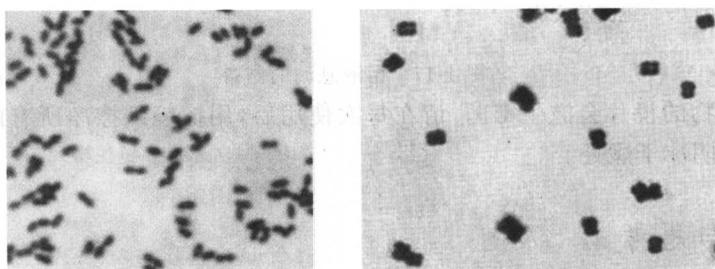

图 1-15 双球菌和四联球菌
2. 看示范镜，观察双球菌和四联球菌（如图 1-15 所示），并绘图。